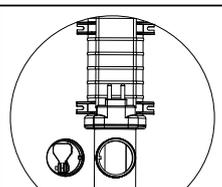

Рис. 3
2. Если на поверхности датчика расхода присутствуют осадок и мусор, тщательно промойте его под напором из садового шланга. (См. Рис.3)